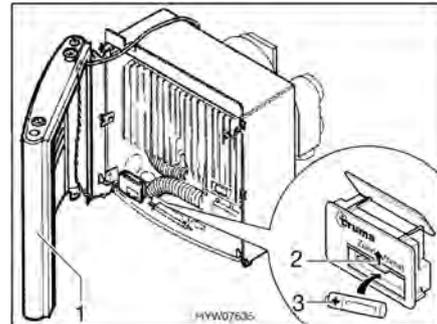

Fig. 116 Calefacción abierta
- Colocar a un lado el revestimiento (Fig. 116,1) para que no se tenga que desenchufar el cable de conexión del ventilador de aire caliente y de la lámpara de control de encendido.
- Empujar hacia arriba la tapa del compartimento de las pilas en el dispositivo automático de encendido (Fig. 116,2).
- Colocar una pila nueva (Fig. 116,3) del mismo tipo con la polarización correcta (+/-) en el compartimento de las pilas en el dispositivo automático de encendido. Utilizar únicamente pilas Mignon resistentes a la temperatura (+70 °C) y protegidas contra derrames.